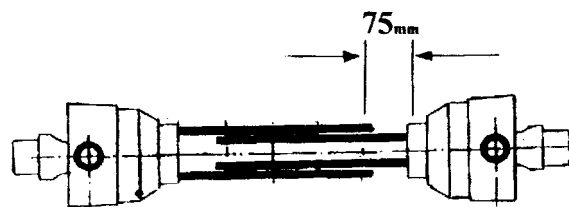

Fig. 10
- b) Asegúrese de que hay aproximadamente 75 mm de holgura entre los tubos y los protectores (Fig. 10). Si no es así corte ambas secciones a la longitud adecuada con un serrucho y quite cualquier rebaba con una lima redonda.